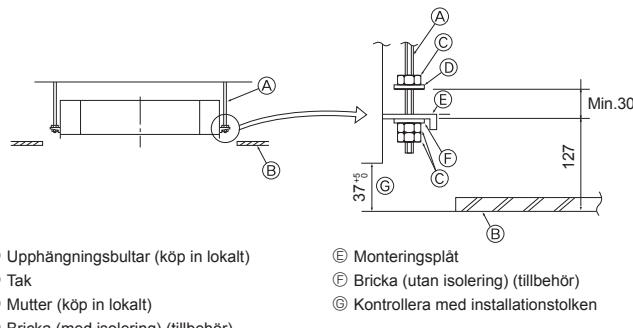

Fig. 2-5
2.5. Upphängning av enheten (Fig. 2-5)